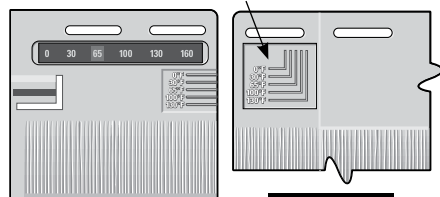

FIGURE 1
droit du panneau et les lignes de repère dans le coin supérieur gauche (figure 1).
- 4) Installez le panneau suivant en le plaçant sous la bande de départ et contre le premier panneau. Poussez-le vers l'intérieur et vers le haut pour loger le panneau dans la bande de départ et dans les onglets latéraux du premier panneau, comme illustré à la figure 5. Espacez le second panneau en fonction de la température à l'aide des lignes de repère de la température du panneau (figure 1).